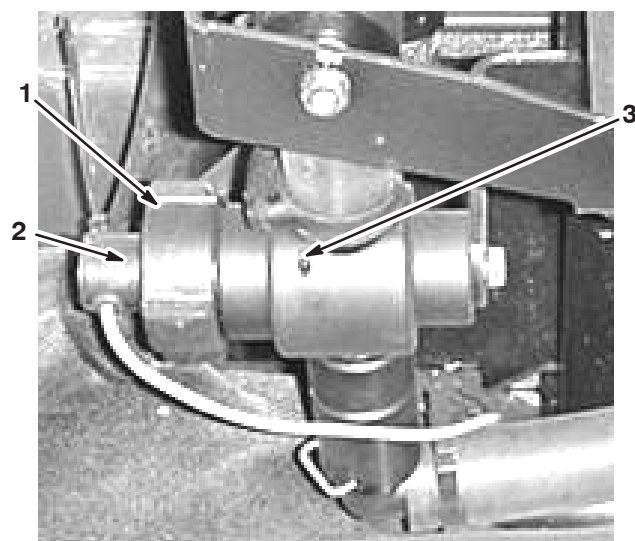

Figure 59
1. Retirez le capuchon de retenue du corps du débitmètre (Fig. 59).